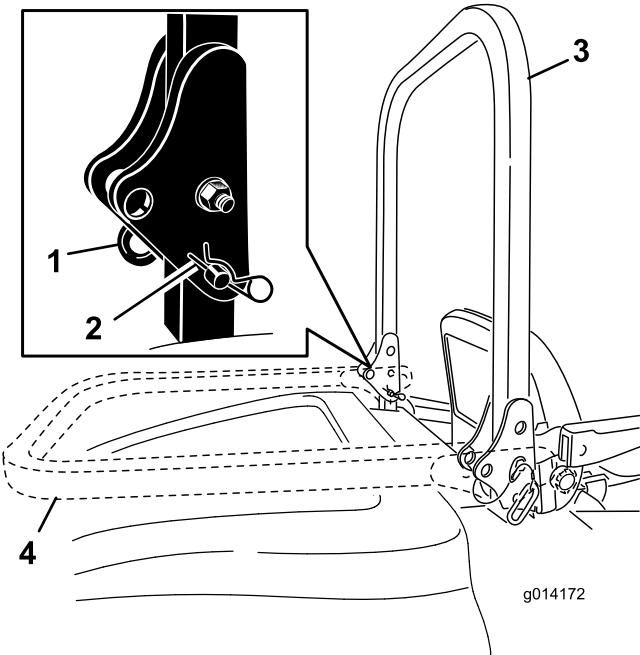

Рисунок 10
1. Чтобы опустить защитную дугу, извлеките U-образные шпильки, нажмите на защитную дугу вперед, преодолевая усилие пружины, и извлеките два пальца (Рисунок 10).
2. Опустите защитную дугу в нижнее положение (Рисунок 10).
3. Вставьте два пальца и закрепите их U-образными шпильками (Рисунок 10).
4. Чтобы поднять защитную дугу, извлеките U-образные шпильки и выньте два пальца (Рисунок 10).
5. Поднимите защитную дугу в вертикальное положение, вставьте два пальца и закрепите их U-образными шпильками (Рисунок 10).